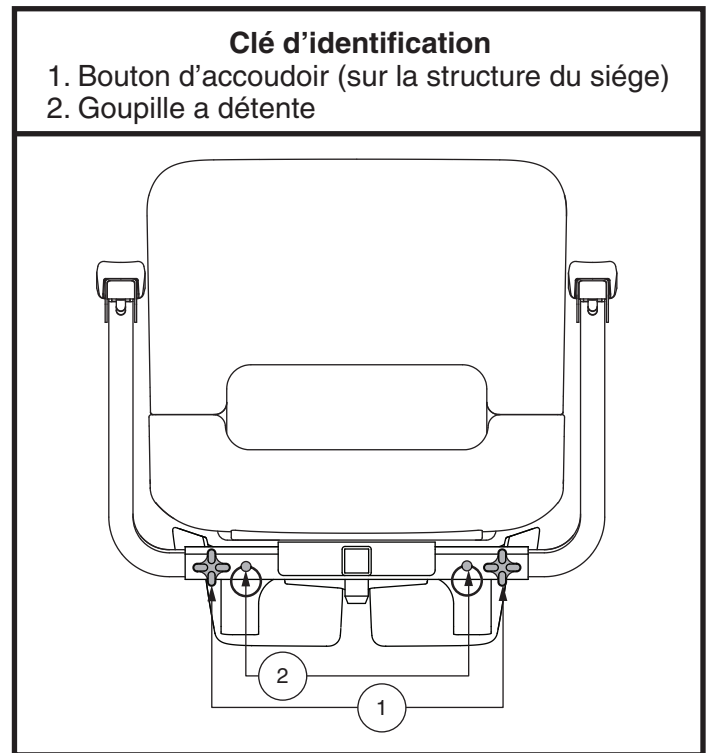

Figure 9. Réglage en largeur des accoudoirs
1. Trouvez les boutons de réglage sur chaque côté du siège. **Voir la figure 9.**